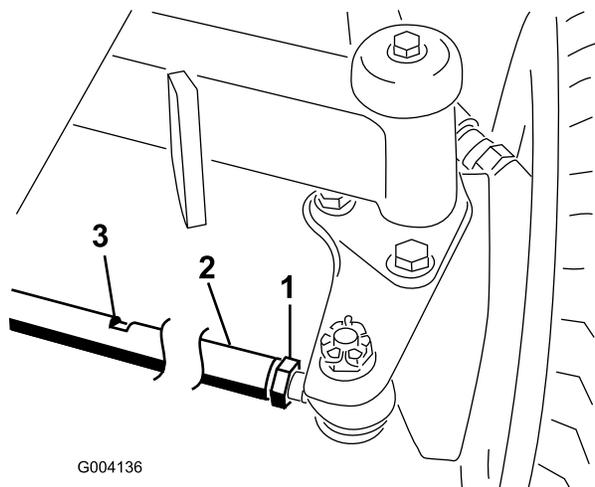

Figura 48
- Desaperte a porca de bloqueio em cada extremidade da barra de direcção (Figura 48).